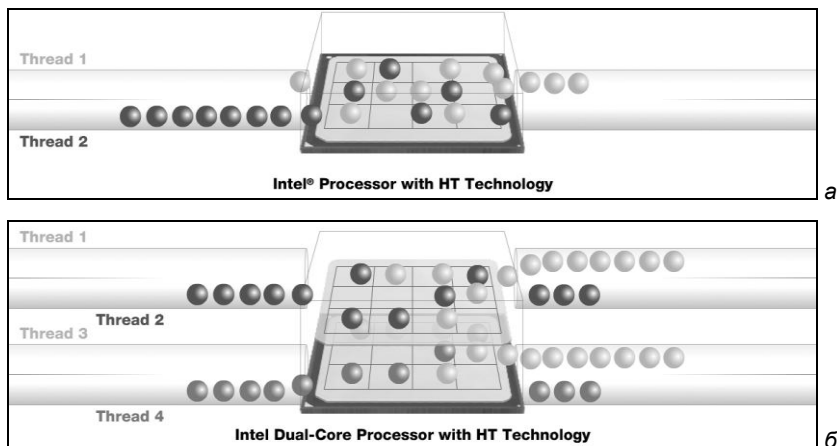

Рис. 3.9. Работа одноядерного и двухъядерного процессоров с технологией Hyper-Threading
Простое увеличение физических ядер в процессорах — дело дорогостоящее, поэтому еще в процессорах Pentium 4 была внедрена новая технология, которая позволяла создавать на базе одного процессора два виртуальных. При использовании технологии *Hyper-Threading* (HT) (рис. 3.9, а) в компьютере появляются два логических процессора, хотя реально имеется только один. Теперь процессор в теории может выполнять одновременно сразу две команды или обрабатывать две порции данных, но, правда, с определенными ограничениями. В двухъядерном процессоре, если в нем реализована еще и технология *Hyper-Threading* (рис. 3.9, б), пользователь увидит 4 логических процессора, которые, в идеале, могут обрабатывать сразу четыре команды (два потока, разделенные внутри процессора на четыре).